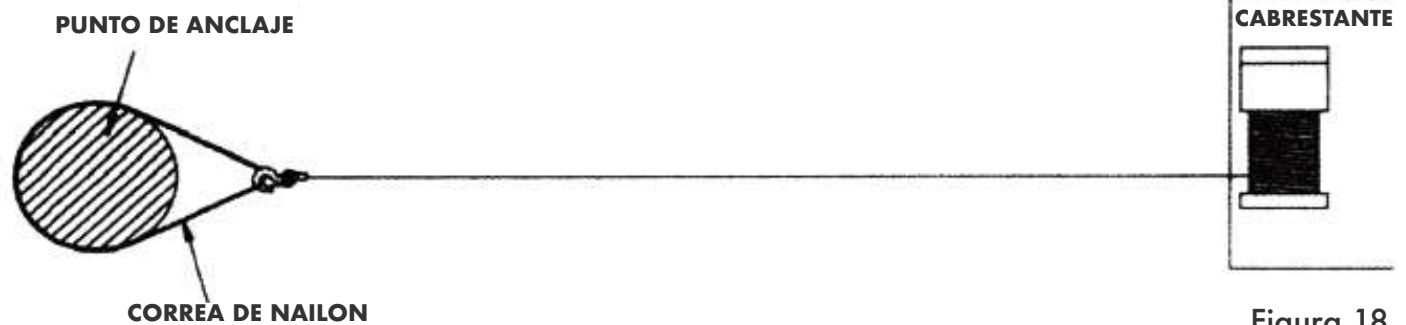

Figura 18
3. La figura 18 ilustra el sistema de anclaje más común. Se utiliza una eslinga de nailon para proteger el árbol cuando se usa como anclaje, y el cable de acero se sujeta a la eslinga. No se recomienda el uso de cadena o cable de acero debido al daño que podría causar al árbol.